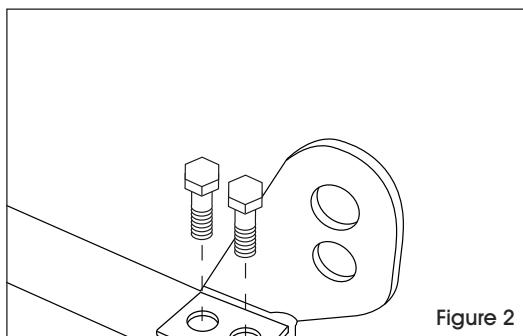

Figure 2
4. Fixez le support au rebord de la benne à l'aide de deux boulons et deux écrous freinés. (Voir Figure 2)